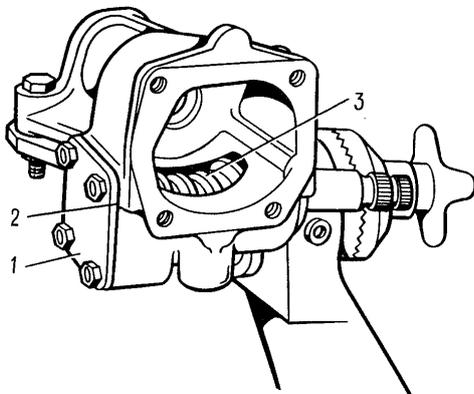
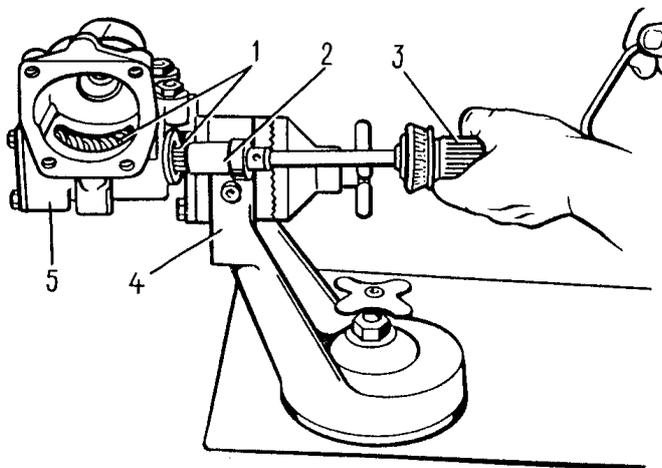

Fig. 5-8. Instalación del sinfín del mecanismo de la dirección:
Fig. 5-9. Control del momento de rozamiento del sinfín con ayuda de un dinamómetro:
Después de instalar el sinfín en el cárter del mecanismo de la dirección y de sujetar la tapa inferior (fig.5-8), comprobar con ayuda del dinamómetro
02.7812.9501 y la cabeza A.95697/5 (fig.5-9) el momento de roce del árbol del sinfín, éste se deberá encontrar dentro de los límites de 19,6-49 N.cm (2-5 kgf.cm). Si el momento resulta mas pequeño que el indicado, habrá que reducir el grosor de las juntas de regulación 2 (fig.5-8) y si es mayor, aumentarlo.